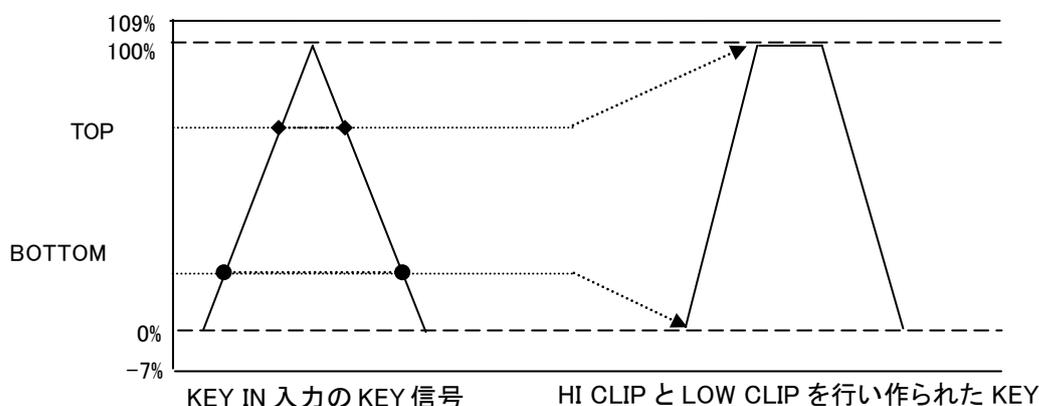

図4-5 EXT KEYからのKEY生成
1) セルフキーの Y 成分から KEY を作る様子は、KEY 信号から KEY を作る方法と同じです。図 4-5 参照